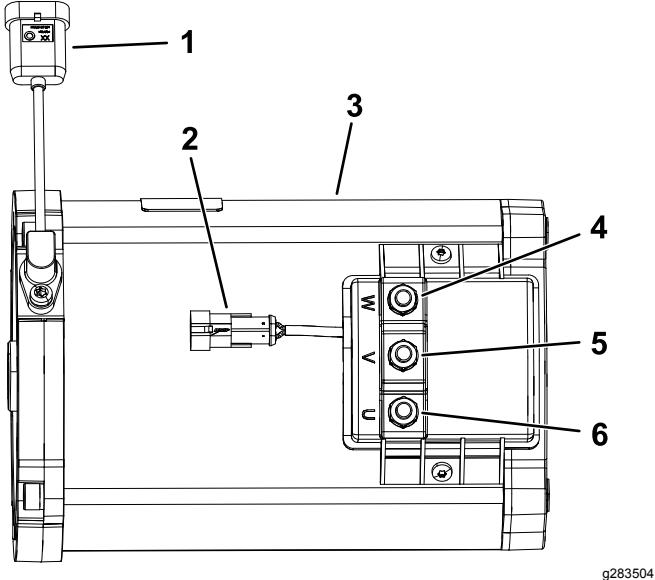

Рисунок 2
- Отсоедините разъемы жгута проводов от датчика положения тягового электродвигателя (датчика частоты вращения) и термистора (датчика температуры), как показано на Рисунок 2.
- Вставьте разъемы от тягового электродвигателя, датчика положения тягового электродвигателя (датчика частоты вращения) и термистора (датчика температуры) в жгут проводов машины (Рисунок 2).